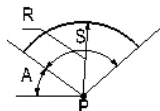

图 2-83
- 圆心、半径、起始角 (A)、包含角 (S) 绘制圆弧：输入圆弧的圆心、半径、起始角度、包含角度即可得到圆弧，如图 2-83 所示。